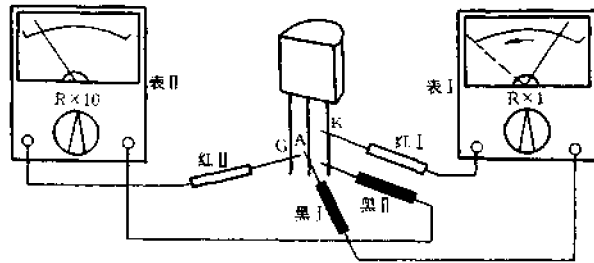

图4-187 双表法检测GTO的关断能力
(1) 双表法。检测方法如图4-187所示。表I置于 $R \times 1$ 挡,表II置于 $R \times 10$ 挡。先使用表I,按检测触发能力的操作步骤使GTO维持导通状态,然后再将表II的红表笔接门极G,黑表笔接阴极K,给GTO施加负向触发信号,若此时表I指针向左回摆到无穷大,则证明GTO的关断能力正常。